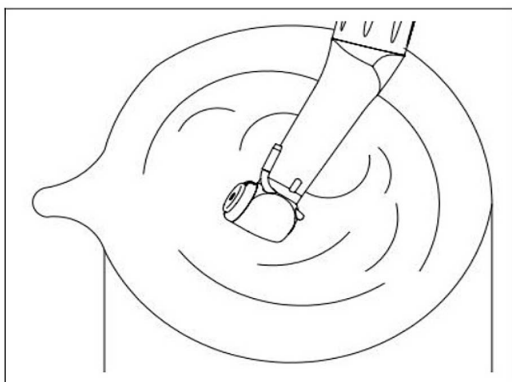

Рис. 8
- Налейте полчашки чистой воды; погрузите 20 мм головы наконечника в воду на время около 15 секунд (см. рисунок 8).